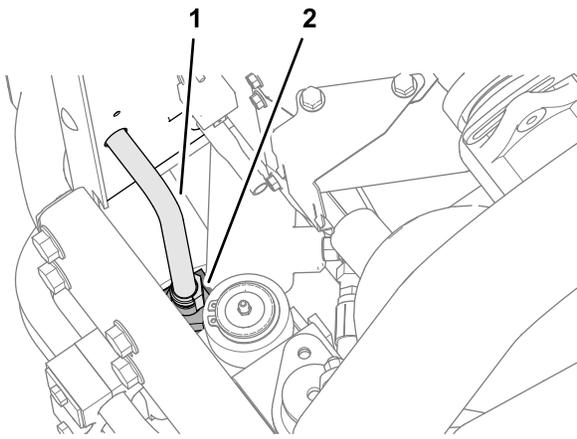

図 13
3. オイルフィルタヘッドの上部についているフィッティングから、クーラの出口側チューブを外す 図 13。